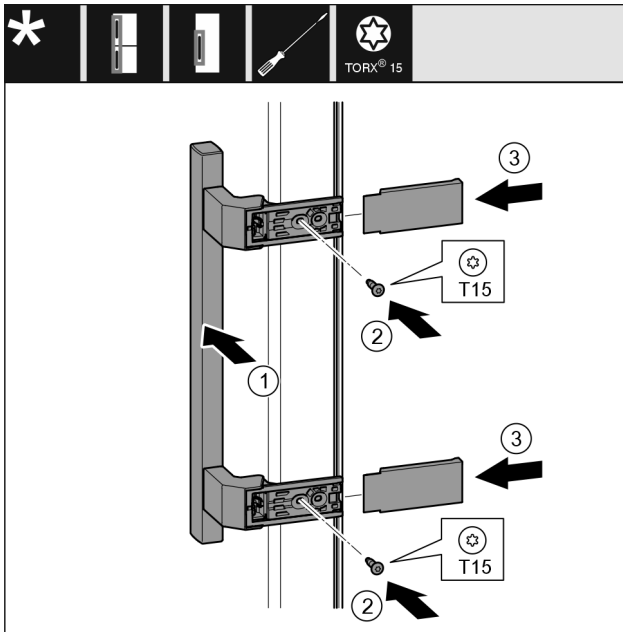

Fig. 20
- ▶ Sätt handtaget Fig. 20 (1) på plats på motsatta sidan.
- ▶ Skruva fast skruvarna Fig. 20 (2) med skruvmejsel.
- ▶ Sätt an skydden Fig. 20 (3) på sidan och skjut på dem.